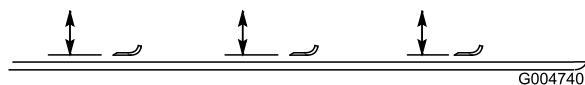

Figura 82
2. Rode a lâmina até que as suas extremidades se encontrem viradas para a frente e para trás (Figura 82). Meça a distância entre o interior da unidade de corte e a parte cortante na zona dianteira da lâmina. Anote esta medida.